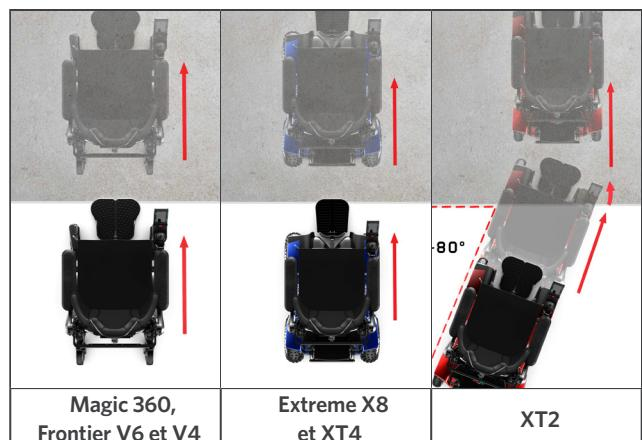

Figure 3.1 Aborder un obstacle
- Magic 360, Frontier V6 et V4, Extreme X8 et XT4: approchez-vous toujours d'un obstacle de manière à ce que les deux roues avant touchent l'obstacle en même temps (Figure 3.1)
- XT2: Approchez-vous de l'obstacle de manière à ce que les deux roues touchent l'obstacle ensemble ou légèrement en biais (Figure 3.1)